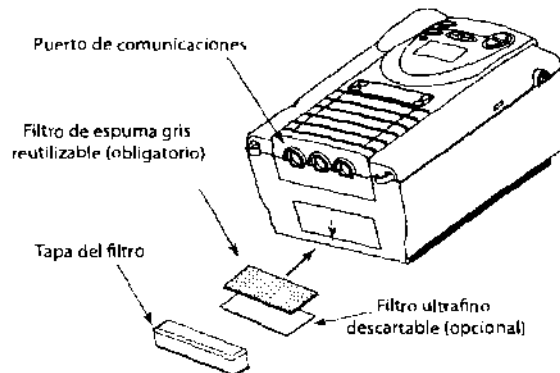

Figura 5-1 Instalación de los filtros de aire
2. Deslice los filtros hacia el interior de la entrada de aire en la parte posterior del dispositivo (mediante la introducción del filtro blanco en primer lugar, en caso de que lo utilice). Presiónelos hacia el interior de la cavidad, tal como se muestra en la figura 5-1.